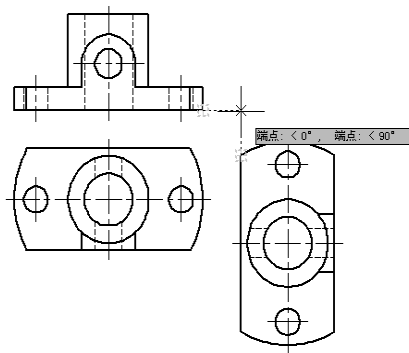

图 5-12 确定底板左视图位置
(2)使用对象“捕捉追踪”功能确定左视图位置,如图5-12所示,绘制底板和圆柱左视图。